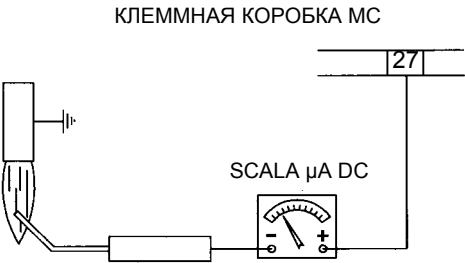

Рис. 32 - Контроль пламени с помощью электрода
- Проверить контрольный электрод/фотоэлемент (в зависимости от модели горелки), почистить его, при необходимости подправить или заменить (см. на стр. 45). В случае сомнения проверить контрольный контур улавливания пламени, после того, как горелка будет вновь подключена, следуя схемам на Рис. 32 - Рис. 33 - Рис. 34.
Чтобы проверить ток у контрольного электрода, следуйте схемам на или Рис. 32 или Рис. 33. Если электрический импульс ниже указанного значения, проверьте положение контрольного электрода или фотозлемента, электрические соединения и, при необходимости, замените электрод или фотозлемент.